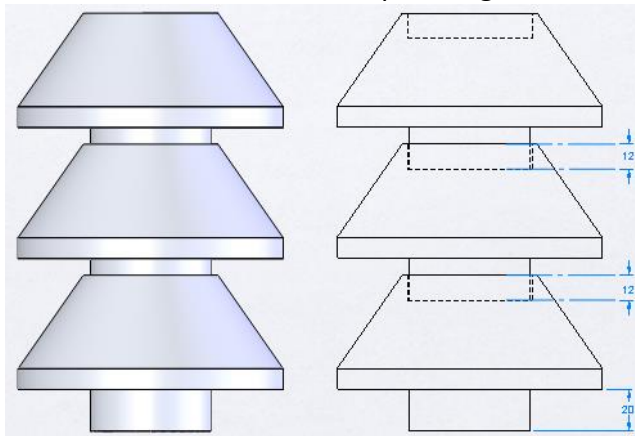
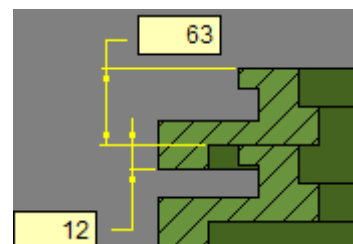

Figure 15.15 : Exemple 3 ; Produits finis empilés
Figure 15.16 : Saisie de la longueur d'emboîtement
- Dans cet exemple, pour les pièces finies, nous devons indiquer la manière dont les pièces seront empilées. Comme illustré par la fig. 15.15, les pièces finies s'emboîtent sur une longueur de 12 mm. Nous pouvons encoder cette longueur d'empilement dans le logiciel TURN ASSIST comme illustré par la fig. 15.16.
- La longueur de butée contre les supports n'a pas d'importance pour les produits bruts. Nous la réglons sur 8 mm. Pour les produits finis, nous devons choisir une valeur supérieure à 20 mm (voir fig. 15.15). Dans cet exemple, nous la réglons sur 25 mm.